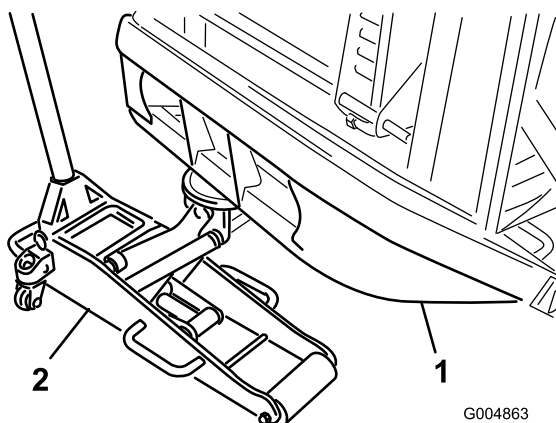

Figura 7
2. Coloque un soporte debajo de cada motor de rueda y un gato debajo del parachoques trasero (Figura 7), o eleve la máquina con un polipasto.